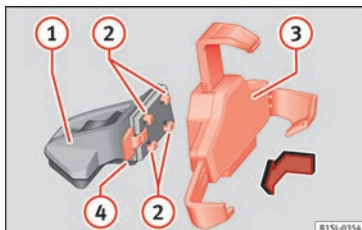

Fig. 134 Ensamblar el soporte universal y el brazo de sujeción.
- Sujete el soporte universal »» **fig. 134** (3) y pulse la tecla de desbloqueo »» **fig. 134** (4).
- Introduzca el soporte universal »» **fig. 134** (3) en los encastes (2) del brazo soporte (1).
- Desplace el soporte universal lateralmente en dirección al bloqueo (4) hasta que encastre de forma audible »» **fig. 134** (4).